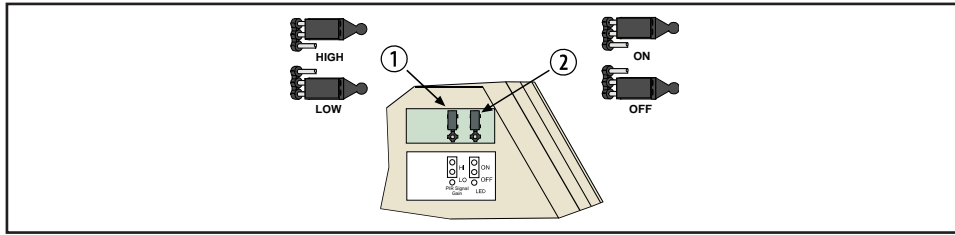

Figure 5.1 Choix des fonctionnalités
Voir Figure 5.1. Pour la sélection, disposez le cavalier sur les broches appropriées (1). Lorsqu'aucun cavalier ne relie les broches « HIGH/LOW », le détecteur est en mode High (sensibilité élevée). Sensibilité basse (LO) : réglage recommandé pour la plupart des installations. Ce paramètre tolère les environnements extrêmes. **Le détecteur est fourni réglé sur le mode basse sensibilité.**
Voir Figure 5.1. La position ON active la LED (2). Si vous ne souhaitez pas que la LED fonctionne après installation et test de la détection, placez le cavalier en position OFF. **Lorsqu'aucun cavalier ne relie les broches ON/OFF, la LED est désactivée.**